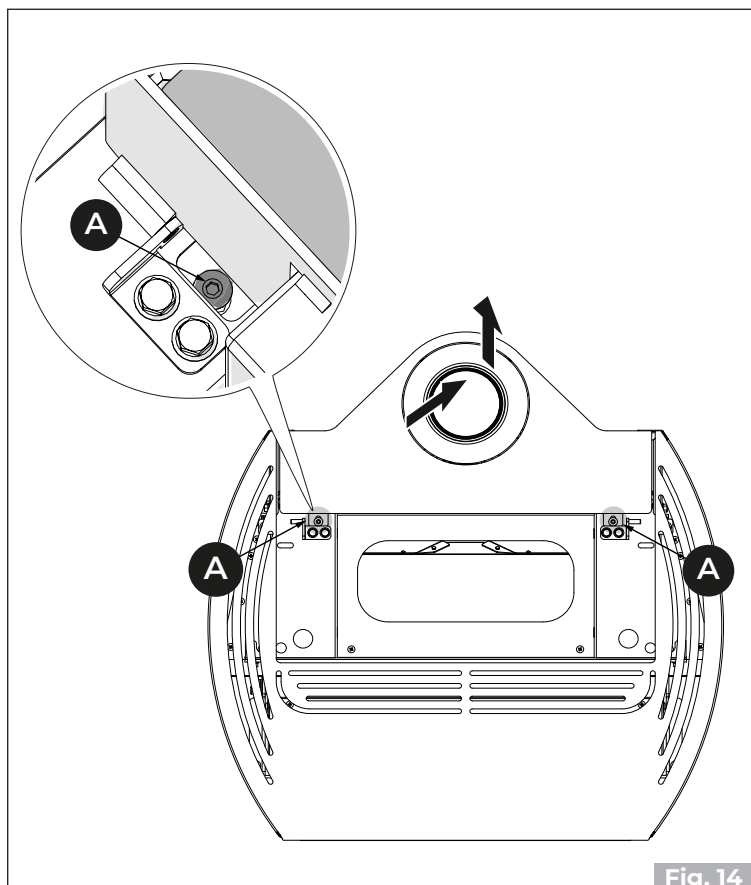

Fig. 14
- Sprostite vijake **(A)** in izvlecite ploščo **(B)**. **(Fig. 14)**